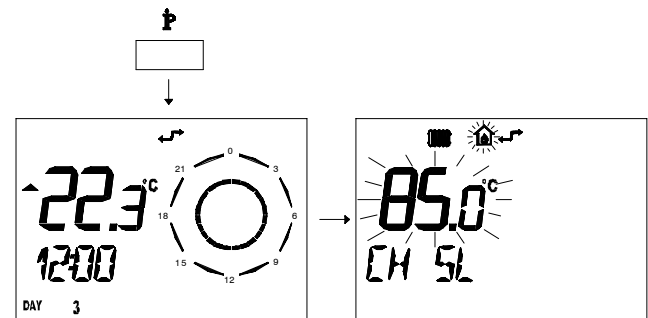

fig. 5.27
- 2 Premere per più di 3 secondi il pulsante per entrare in modalità *INFO*. (fig. 5.27)